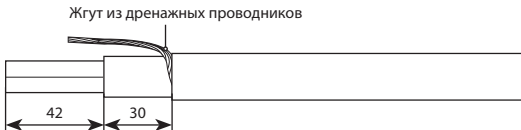

Рис. 2
4.1.2. Срезать фольгу и скрутить дренажные проводники в «жгут». Разрезать ножом и снять изоляцию с нагревательного кабеля, оставив 30 мм (см. рис. 2).